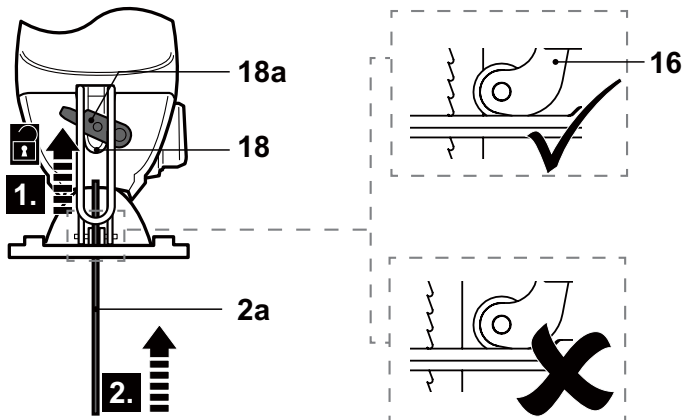

Fig. 1
- > Pressione a alavanca de desengate (18a) e mantenha-a nesta posição (Fig. 1, passo 1).
- > Coloque a lâmina de serra desejada (23a, 23b) no porta-ferramentas (18) até ao fundo (Fig. 1, passo 2). Certifique-se que o lado não dentado da lâmina fica apoiado corretamente na guia da lâmina (16).